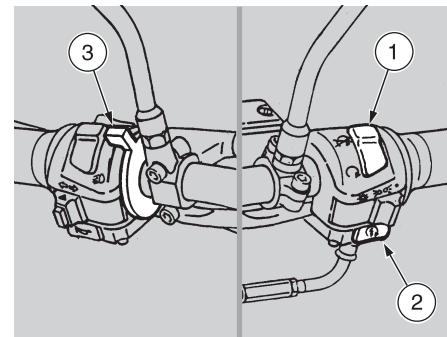
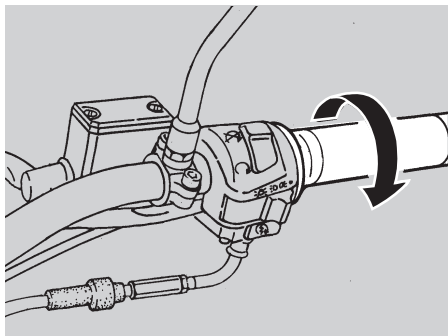

Fig. 23
Fig. 24
- ◆ Mettre l'interrupteur d'arrêt du moteur en position "O" (1-Fig. 23).
- ◆ Appuyer sur le poussoir de démarrage "Ⓢ" (2-Fig. 23) sans accélérer, puis le relâcher dès que le moteur a démarré.
- ◆ Si le démarrage s'effectue avec le moteur encore froid, tirer sur le levier "|\|" (3-Fig. 23).
- ◆ Tourner le levier "↖" (3-Fig. 23) complètement en avant.
- ◆ Appuyer sur la touche "⊗" (2-Fig. 23) pendant quelques secondes (en laissant tourner le moteur à vide) avec la poignée de l'accélérateur entièrement tournée (Fig 24).